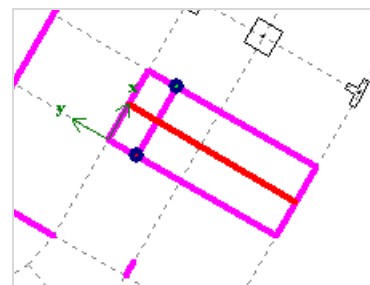

Рис.1.5.14. Указанные узлы
- Укажите на схеме второй узел – узел пересечения осей 3а и стены (между осями Б1 и В1) в соответствии с рис.1.5.14.